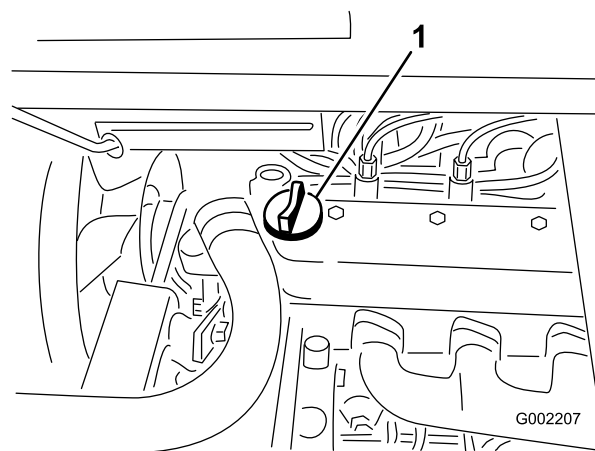

Рисунок 19
3. Если уровень масла низкий, снимите крышку заливной горловины с крышки клапана (Рисунок 19) и залейте масло в отверстие, пока его уровень не достигнет отметки Full (Полный) на щупе; см. правильный тип и вязкость масла в Замена масла в двигателе (страница 47).